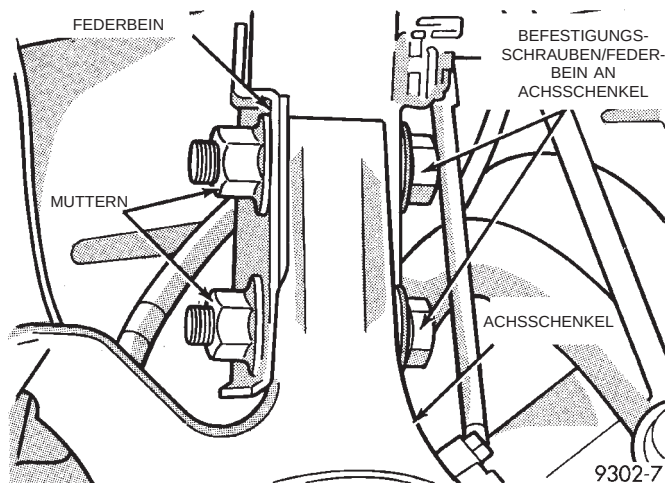

Abb. 26 Befestigungsschrauben/Federbein an Achsschenkel
(12) Die Schrauben, mit denen das Federbein am Achsschenkel befestigt ist, ausbauen (Abb. 26).
(3) Die Schrauben einbauen, mit denen das Federbein und der Achsschenkel verbunden werden (Abb. 26). Die Muttern auf die Schrauben aufschrauben (Abb. 26). Die Befestigungsmuttern mit einem Anzugsmoment von 203 N·m (150 ft. lbs.) festziehen.